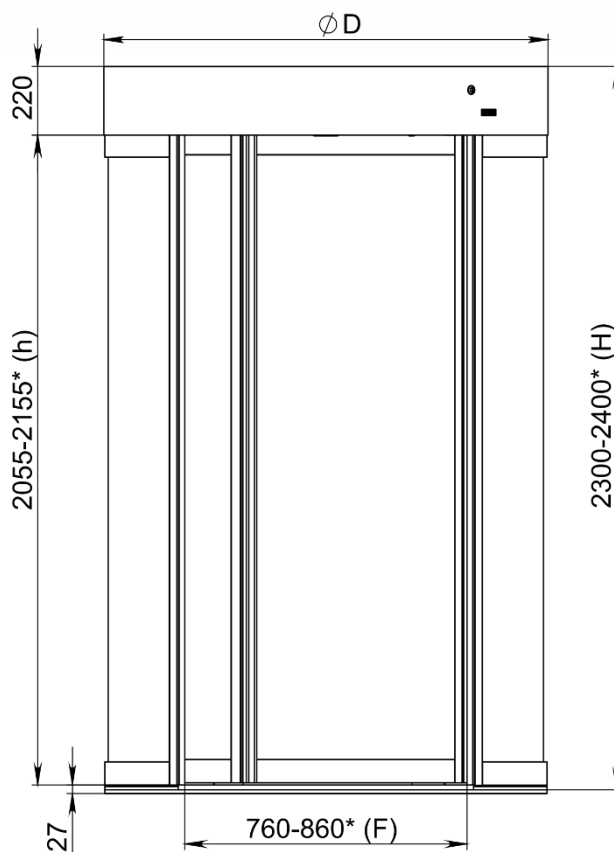

Рисунок 1. Габаритные размеры шлюзовой кабины САТЕЛЛИТ АП-К - xxxx
* Внешний вид и габаритные размеры шлюзовой кабины приведены на Рис. 1